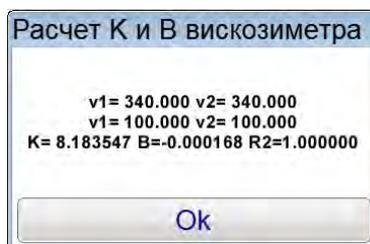

Рисунок 28 – Окно результата расчетов
5.6.2.7 После расчета коэффициентов вискозиметра на экране отобразятся результаты расчетов (см. рисунок 28).